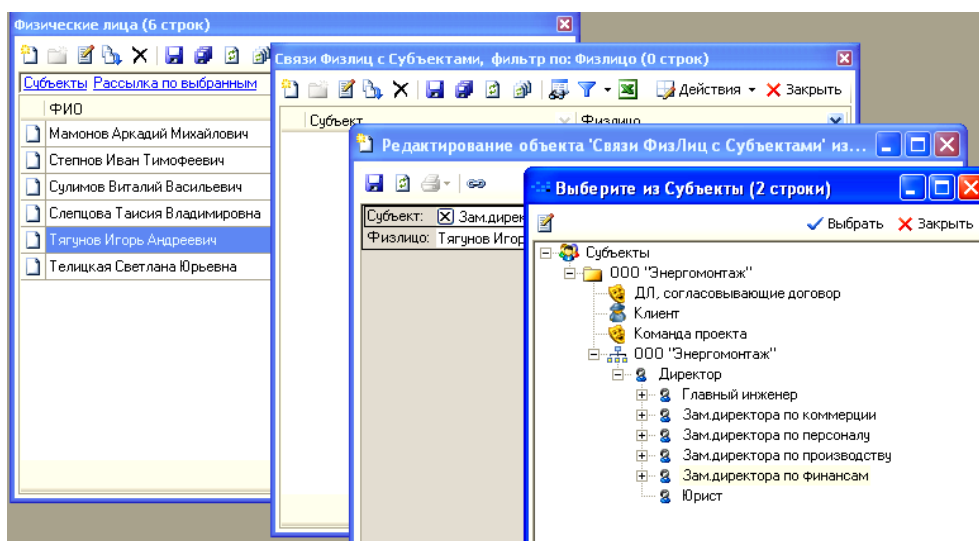

Рисунок 64 – Окна редактирования связи субъекта и физического лица
4.5. Установите связь между субъектом *Зам. директора по финансам*, являющимся контролирующим лицом показателя, и конкретным физическим лицом (рисунок 64). Для этого выполните следующее: